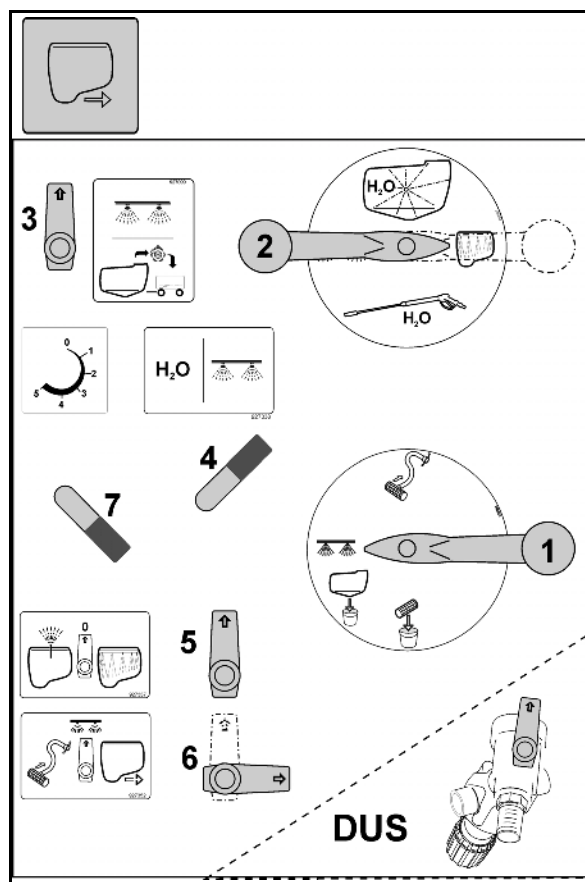

Fig. 204
3. Commande VARIO côté aspiration (1) en position "**pulvérisation**".
4. Commande VARIO côté refoulement (2) en position "**bac incorporateur**".
6. Mettez en marche la pompe à un régime de 400 tr/min. env. et enclenchez l'agitateur (7). Eventuellement augmentez la puissance d'agitation (en général position "3").
7. Robinet inverseur pulvériser / cuve à bouillie vidange rapide (3) en position "**pulvérisation**".
8. Robinet inverseur pulvériser / rincer (Fig. 204/4) en position "**pulvérisation**".
9. Robinet inverseur conduite circulaire / rinçage des bidons (5) en position "**conduite circulaire**".
10. Maintenez le robinet inverseur pulvériser / aspirer le bac incorporateur / orifice de remplissage pour cuve à bouillie (Fig. 204/6) en position "**aspirer le bac incorporateur**" jusqu'à ce que le contenu du bac incorporateur soit complètement aspiré.